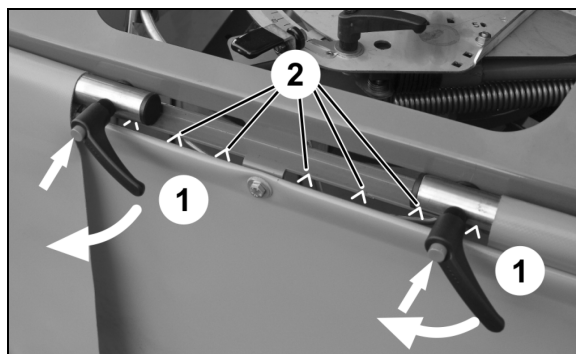

図 24
2. 調整レバー (図 24/1) を両方とも解除します。
この際、マーク (図 24/2) を目安にできます。